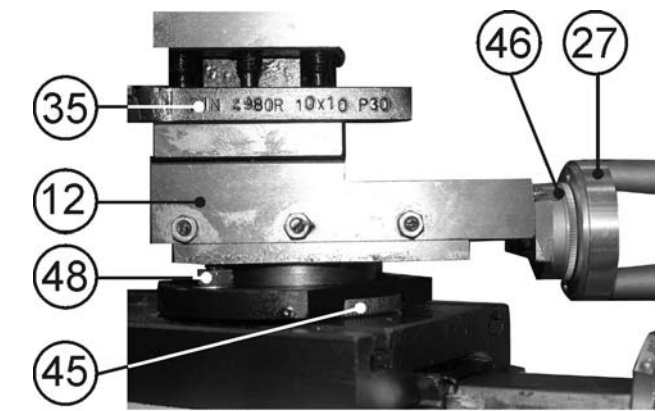

Рис.16
10.3.6. Для выполнения конусного точения ослабьте два болта (48), установите поворотный суппорт (12) на необходимый угол по показаниям шкалы (45), зафиксируйте положение поворотного суппорта (12) двумя болтами (48), Рис.16.
10.3.7. Конусное точение выполняется вращением маховика подачи поворотного суппорта (27) для перемещения резца (35). Размер контролируется по показаниям лимба (46) (1 деление=0.025мм), Рис.16.